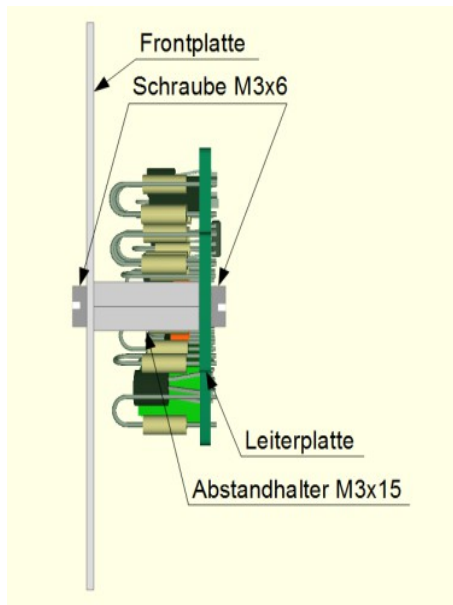

Abbildung 25: Endmontage
- Von hinten wird die Leiterplatte, mit den restlichen beiden Schrauben, befestigt. Der Aufbau sollte nun so aussehen wie in Abbildung 25: Endmontage.